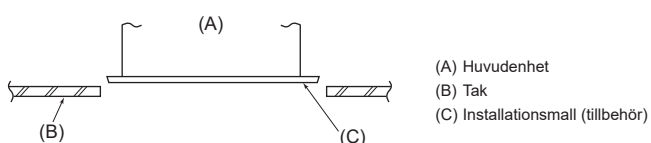

Fig. 4-8
4.7. Kontrollera positionen på huvudenheten och åtdragning av upphångningsbultarna (Fig. 4-8)